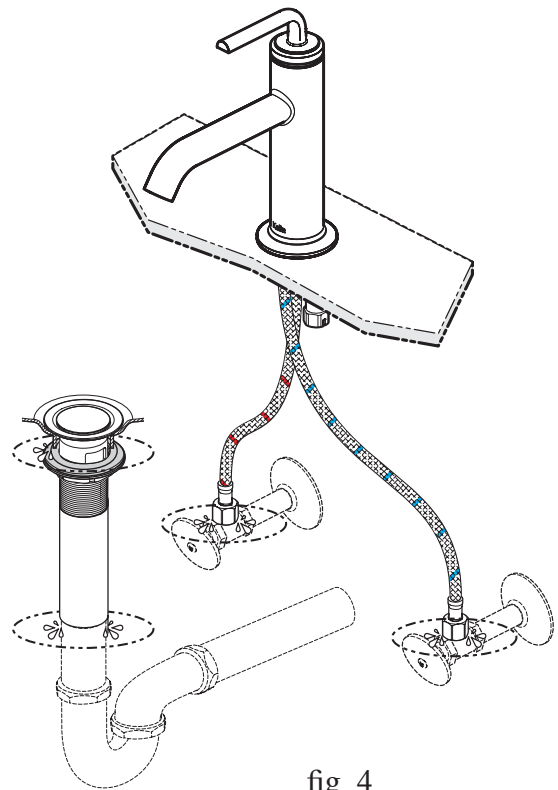

fig. 4
Activer l'eau et vérifier s'il y a des fuites (fig. 4).
Turn on the water and look for leaks (fig. 4).
- Dévisser l'aérateur à l'aide d'une pièce de monnaie et rincer l'aérateur (fig. 4).
- Unscrew the aerator using a coin and rinse the aerator (fig. 4).